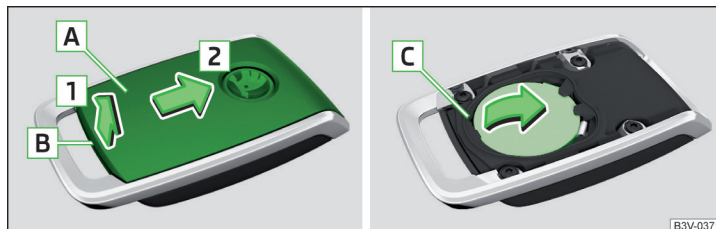

Fig. 244 Telecomanda radio: Capacul bateriei
- Cu o șurubelniță dreaptă subțire, desprindeți capacul **A** în zona **B** » fig. 244.